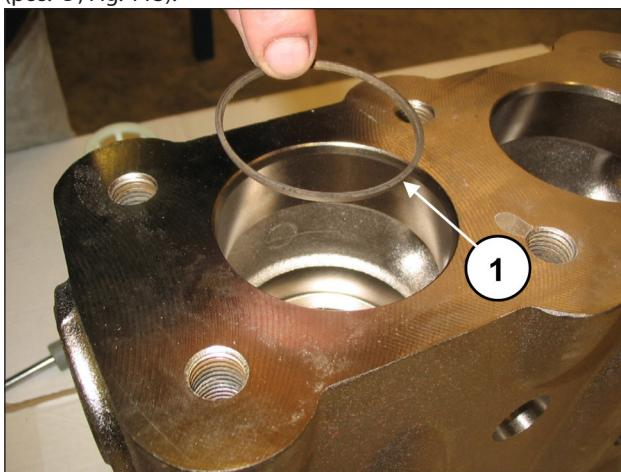

Fig. 113
Introducir la anilla antiextrusión, pos. dibujo desglosado 5 (pos. ①, Fig. 113).